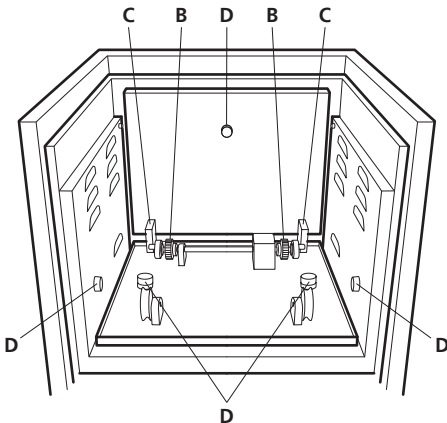

Abbildung 4: Antriebskomponenten des Inkubators SI30H
- 5.4 Die Rotisserie auf dem Rotationsmechanismus des Inkubators platzieren. Dabei muss sichergestellt werden, dass die gezahnten Bänder an beiden Enden der Rotisserie auf die Stahlzähne des Rotationsmechanismus auf der Rückseite des Inkubators gesetzt werden (Abbildung 4, B). Die Plastikflansche der Rotisserie müssen mit den kleineren Rädern auf dem Boden des Inkubators übereinstimmen. Anschließend die Inkubatortür schließen.
- 6.2 Die Plattform an ihrem Griff (Abbildung 4, A) aus ihrer Transportposition herausnehmen, nach vorne schieben und auf dem Schüttelmechanismus platzieren. Dazu müssen die seitlichen Stifte der Plattform in die Halterungen (D) an den Seitenwänden der Inkubator-kammer eingesetzt werden. Dabei müssen die Nylonblöcke (C) an der Unterseite der Plattform auf den Stiften (E) aufliegen, die aus dem Rüttelmechanismus an der Rückseite des Inkubators herausragen.